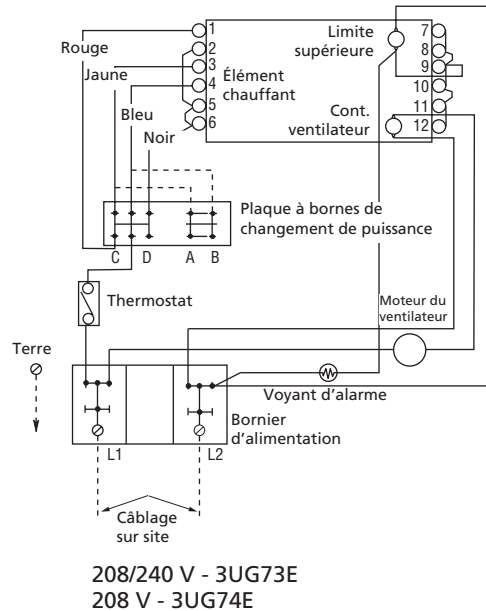

Figure 9 - Schéma de câblage
**REMARQUE :** Pour diminuer la puissance calorifique de l'appareil de chauffage, se reporter au Tableau 1 et à la Figure 9.
Augmenter ou diminuer la puissance calorifique en permutant les fils sur les plaques à bornes de changement de puissance électrique. Les radiateurs sont câblés en usine pour fournir une puissance calorifique de 17 065 BTU par heure. Si une application particulière nécessite moins de puissance calorifique, se reporter au Tableau 1 et modifier le câblage à la plaque à borne de changement de puissance comme indiqué sur le Schéma de câblage (voir la Figure 9).